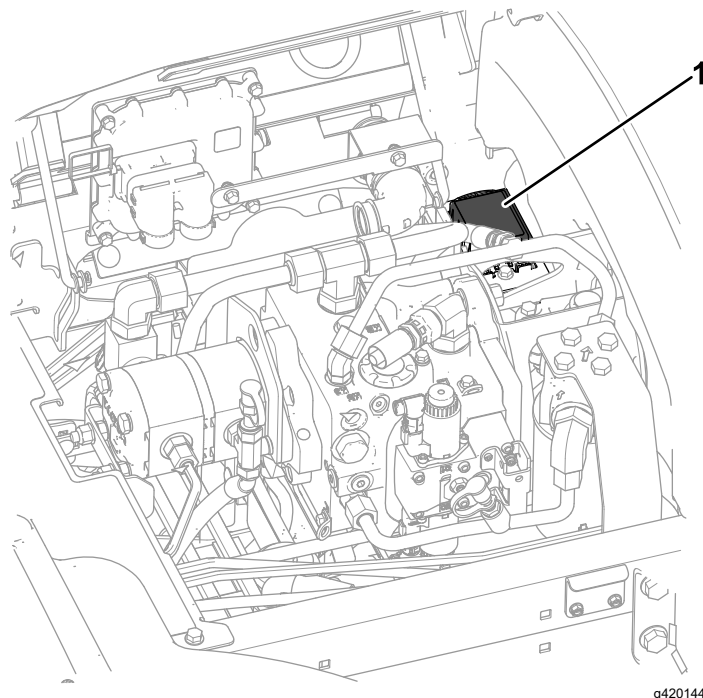

Figura 103
3. Cambie el fusible fundido (Figura 103) por otro del mismo tipo y amperaje.